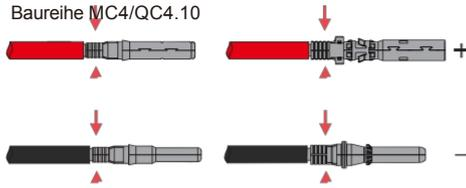

Abbildung 4.1-2 PV-Kabel zu PV-Steckern
**Schritt 2.** Schließen Sie die PV-Kabel an die PV-Anschlüsse an, siehe Abbildung 4.1-2.